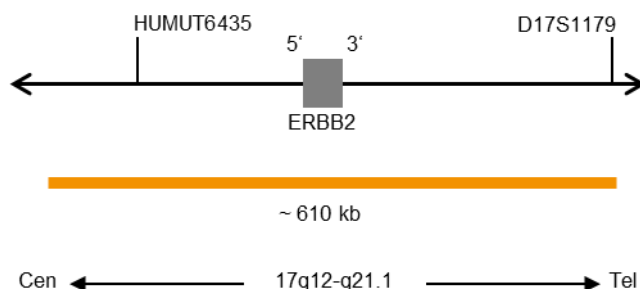

Fig. 1: SPEC ERBB2 Mapa da sonda (não à escala)
- Polinucleótidos marcados com ZyOrange (excitação 547 nm/emissão 572 nm) (~4,5 ng/ μ l), que têm como alvo sequências mapeadas em 17q12-q21.1* (chr17:37,572,531-38,181,308) que albergam a região do gene ERBB2 (ver Fig. 1).